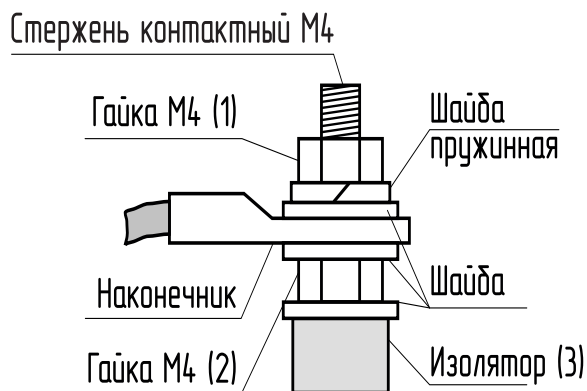

Рис.7 Присоединение проводов к выводам блок ТЭН
6.7. При замене блок ТЭН присоединение фазных проводов к выводам блок ТЭН производить согласно Рис.7. Сечение кабеля указано в табл.1.
Внимание! При закручивании гайки М4 (поз.1 Рис.7) во избежание короткого замыкания, при повреждении изоляции (поз.3 Рис.7) и последующего выхода из строя блока ТЭН необходимо зафиксировать (рожковым) гаечным ключом гайку М4 (поз.2 Рис.7). Затяжку гайки М4 (поз.1 Рис.7) производить с усилием 1,8 Нм.